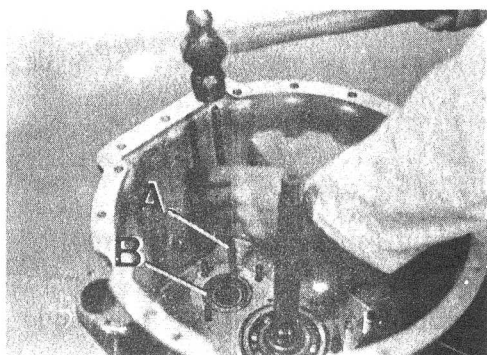

Fig. C1-86 Ajuste eje intermedio
- 2.2.6. Aproximar la pista exterior del rodamiento delantero del eje intermedio, hasta conseguir un juego longitudinal (0) en dicho eje, comprobando a la vez, el giro sin carga del eje intermedio (Fig. C1-86).